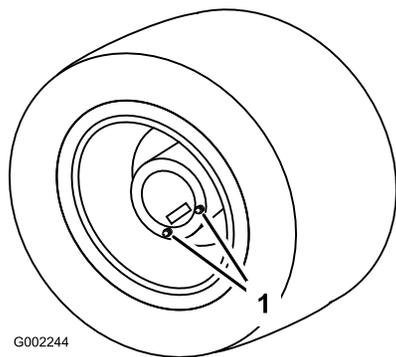

Figura 81
1. Coloque o pulverizador numa superfície nivelada com as rodas traseiras na posição de drenagem, como se mostra na Figura 81.
3. Alinhe um recipiente com a parte de baixo dos tampões de escoamento e retire-os da roda (Figura 81).